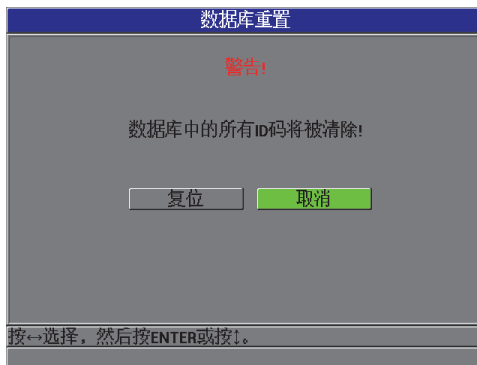

图 7-13 数据库重置 — 警告信息
2. 在**复位**子菜单中，选择**数据库**，会显示**数据库重置**警告信息（参见第 117 页的图 7-13）。